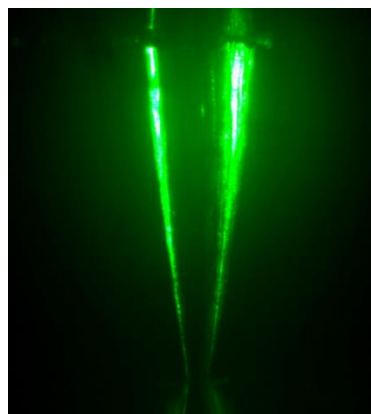

Fig. 3 Vista pelo microscópio de medição para a agulha de medição nítida.
- Colocar a agulha de ajuste na placa superior do capacitor de placas e ajustar a nitidez do microscópio para a agulha (vide Fig. 3). Selecionar a intensidade de luz adequada para isto e ajustar a altura do microscópio de medição por meio do ajuste vertical.